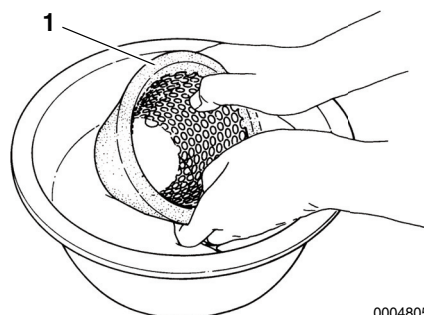

Figura 10
2. Remova o elemento (**Figura 10, (1)**). Limpe o elemento e a caixa com um detergente neutro.